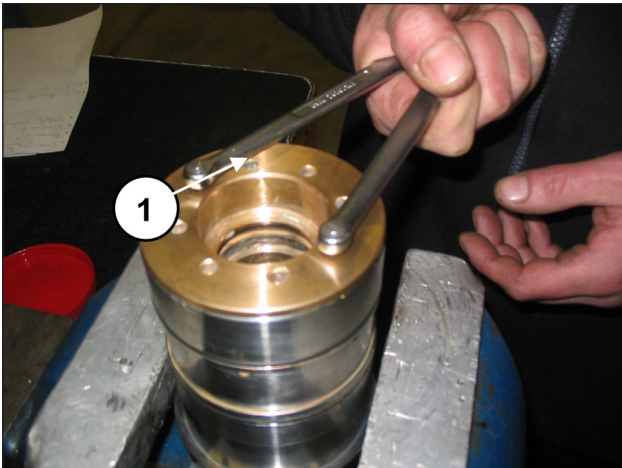
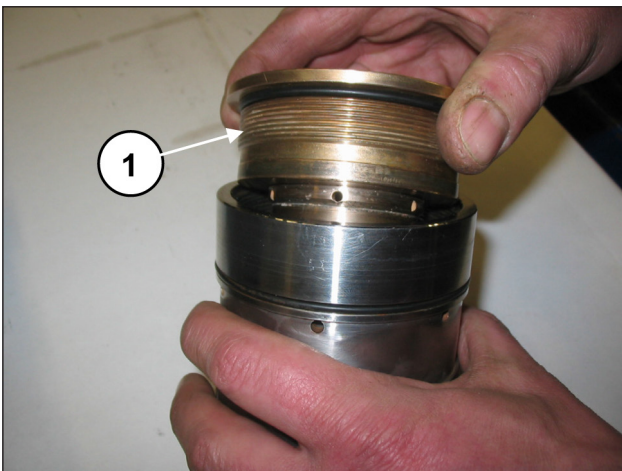

Abb. 145
Abb. 146
Trennen Sie den Dichtungshalter von der Buchse mithilfe eines handelsüblichen Stirnlochschlüssels mit runden Zapfen $\varnothing 5$ (Pos. ①, Abb. 145) und drehen Sie den Halter bis zum vollständigen Herausziehen ab (Pos. ①, Abb. 146).